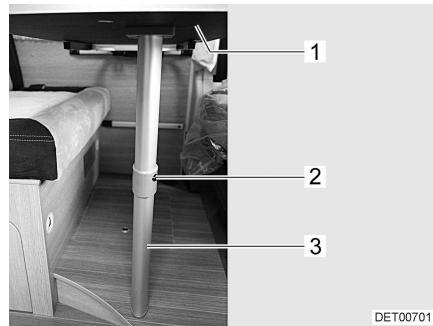

Fig. 40 Struttura di supporto letto
- Sollevare leggermente il piano del tavolo (Fig. 40,1) in avanti.
- Premere il bottone di sbloccaggio (Fig. 40,2) e ribaltare di 90° all'indietro la parte inferiore del supporto snodabile (Fig. 40,3).